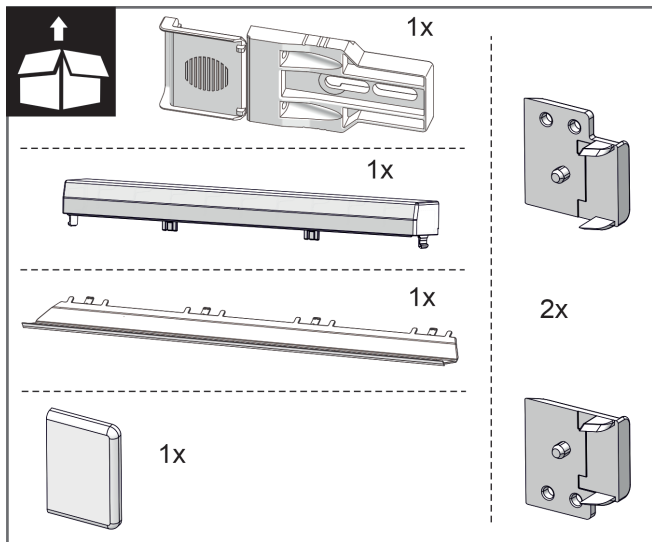
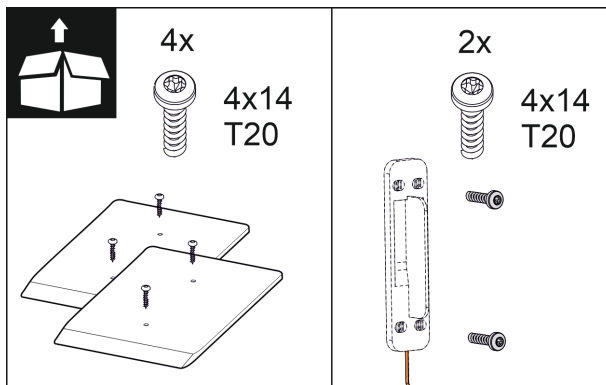

Fig. 11
Fig. 17
2. Перевірити монтажні деталі в окремому комплекті. Fig. 11 () до Fig. 17 ()
Монтажні деталі в окремому комплекті Fig. 11 () до Fig. 17 ()